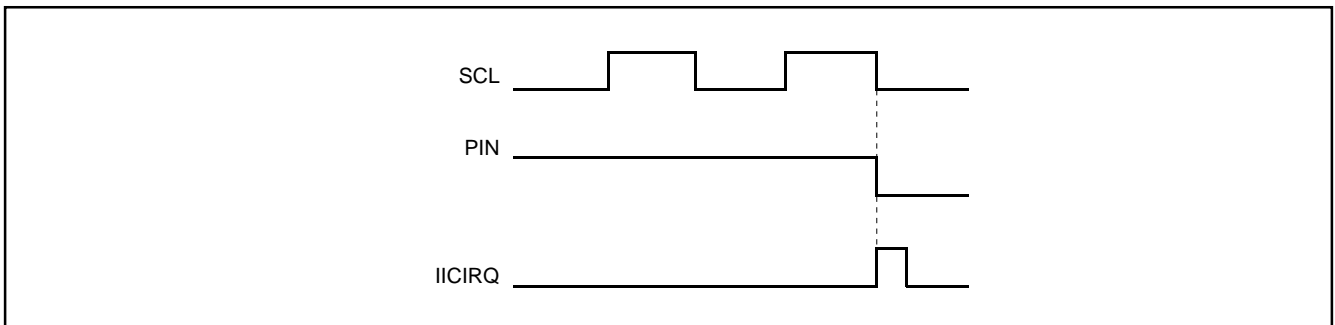

図 8.6.8 割り込み要求信号の発生タイミング
割り込み要求信号を発生させるビットです。1 バイトのデータ通信完了ごとに、PIN ビットは“ 1 ”から“ 0 ”になります。同時に CPU へ割り込み要求信号が発生します。PIN ビットは内部クロックの最終クロック(アッククロックを含む)の立ち下がりに同期して“ 0 ”になり、割り込み要求信号は PIN ビットの立ち下がりに同期して発生します。スレーブ時は、ストップコンディションを検出すると、PIN ビットの立ち下がりに関係なく、マルチマスタ I2C-BUS インタフェース割り込み要求ビット (IR) は“ 0 ”から“ 1 ”(要求あり)になります。PIN ビットが“ 0 ”のときは SCL は“ 0 ”に保たれクロックの発生は禁止されます。図 8.6.8 に割り込み要求信号の発生タイミングを示します。